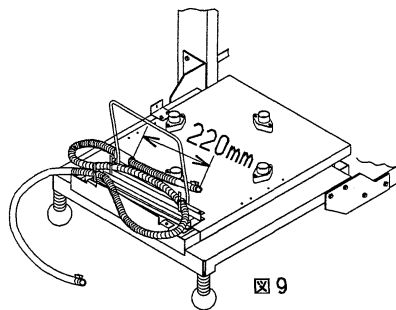

図9
4. 結束バンドを締め図9のようにガスホース先端からホース押え金具までの長さが220mmになるようにホース押え金具を締め付けてください。その後、結束バンドを図9のように締め付けてください。